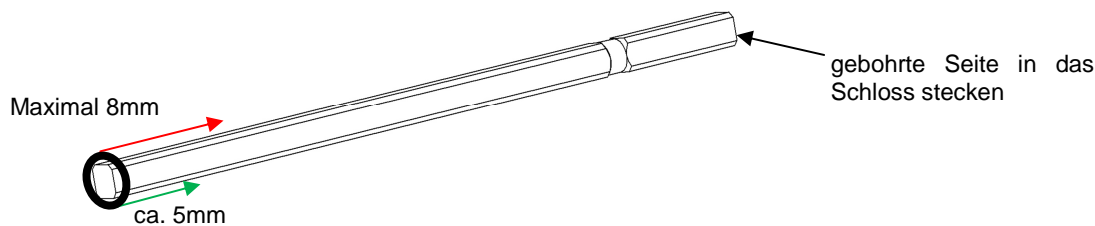

Abbildung 11: Montage O-Ring
Den mitgelieferten O-Ring (3) auf der nicht gebohrten Seite der ggf. gekürzten Antriebswelle (siehe 4.3) 5 mm weit, jedoch nicht mehr als 8 mm weit aufstecken (siehe Abbildung 11).
Die Antriebswelle (2) nun mit der gebohrten Seite voraus (siehe Abbildung 11) bis zum Anschlag ins Schloss stecken.